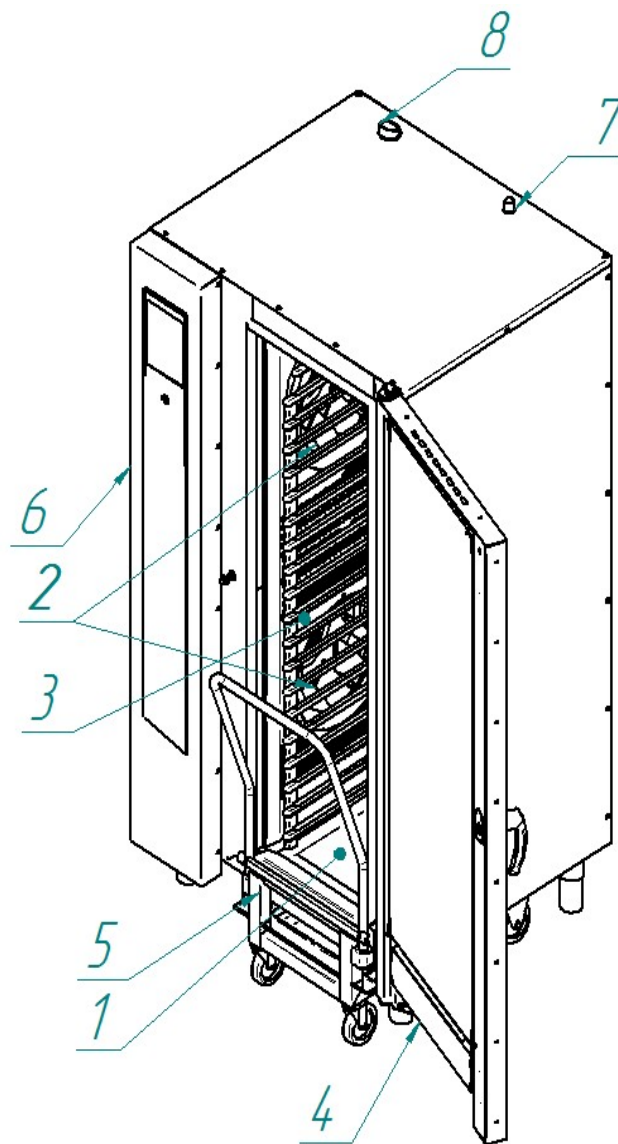

Рис. 1. Общий вид пароконвектомата ПКА20-1/1ПП2
Общий вид пароконвектомата представлен на рис.1.
Духовка (далее по тексту – камера) (рис.1 поз.1), обёрнутая теплоизоляционным материалом, установлена на основании и снаружи закрыта съёмными облицовками и дверью (рис.1 поз.4). Камера пароконвектомата имеет возможность установки до двадцати гастрорёмок размером GN1/1.
Камера внутри разделена перегородкой (рис.1 поз.3) на две зоны:
- два вентилятора (рис.1 поз.2), обеспечивающие равномерное перемешивание воздуха в камере при работе пароконвектомата;
Для установки gastronормов в камеру служит передвижная тележка (рис.1 поз.5) с направляющими (далее по тексту – тележка). Сбор влаги со стекла двери происходит в лоток, расположенный на передвижной тележке.
Камера соединена с внешней средой через выходную трубу коллектора (рис.1 поз.7). Во время работы пароконвектомата, часть пара попадает в коллектор (рис.2. поз.4). Пар в коллекторе конденсируется и одновременно подогревает воду, подаваемую в парогенератор. Конденсированный пар из коллектора попадает в водосборный коллектор (рис.2 поз.14), охлаждается и сливается в ка-
Управление работой пароконвектомата осуществляется с панели управления (рис.1 поз.6), на которой размещены жидкокристаллический экран с сенсорным управлением (далее по тексту – экран), промышленный контроллер и контроллер релейной платы.